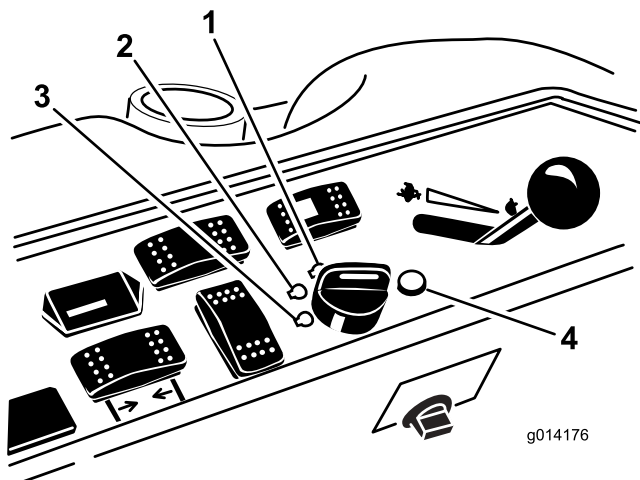

**Figure 13**
- Placez la commande de prise de force (PDF) en position désengagée (Figure 13).
- Réglez la commande d'accélérateur à mi-course entre les positions bas et haut régime (Figure 13).